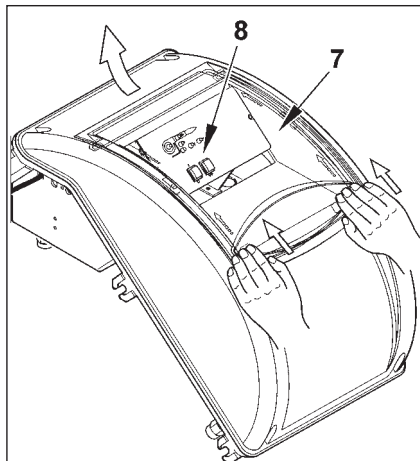

Рис. 4
- 4) Для закрытия крышки электрического щита, заверните 4 винта (1) моментом затяжки, равным приблизительно 5 Нм, для обеспечения хорошего уплотнения. Теперь можно получить доступ к блоку управления (8). Для этого отцепите прозрачное окошко (7) лёгким надавливанием руки в направлении стрелок, как показано на рис. 4. Подождите, пока окошко немного не продвинется, а после этого снимите его с крышки.
- 5) Для правильного расположения прозрачного окошка на щите поступайте в соответствии с рисунком 5. Поместите крюки в соответствующие гнёзда (9) и продвигайте окошко в направлении, указанном стрелкой, до тех пор, пока не услышите лёгкий щелчок. Должное уплотнение теперь обеспечено.